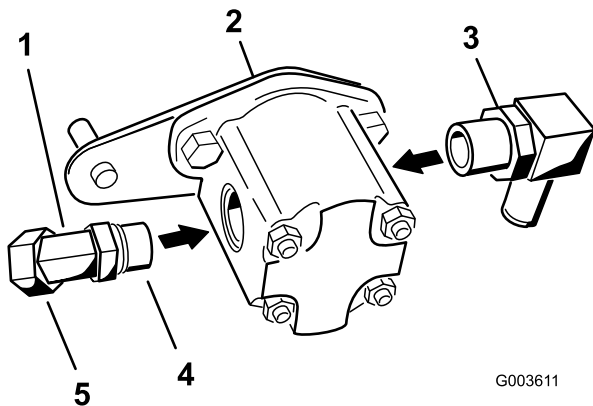

Bild 18
2. Montieren Sie den 45-Grad-Krümmmer seitlich an der Hydraulikpumpe (Bild 18).